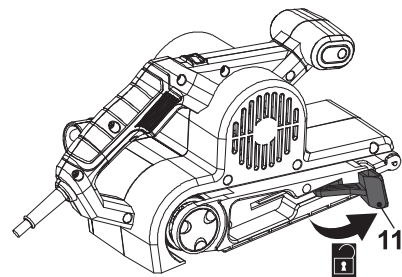

Fig. 1
1. Trageți spre exterior maneta de prindere (11) (Fig. 1).